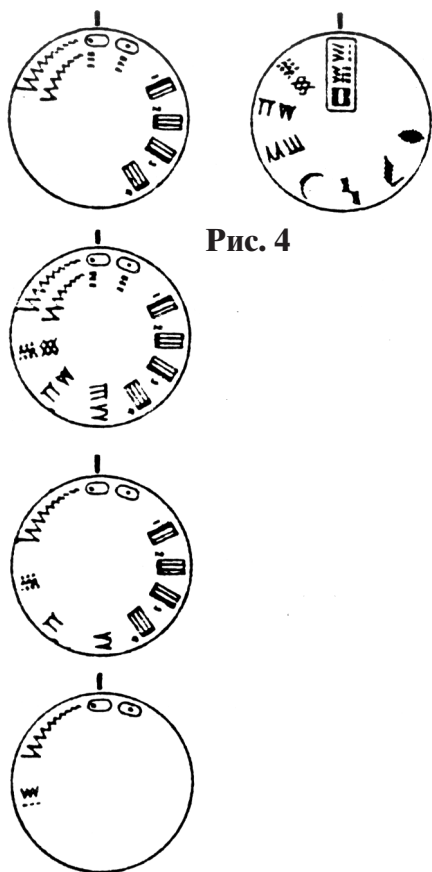

Рис. 4
При положении строчки “слева” расстояние между иглой и левым краем прорези в игольной пластинке должно составлять 0,3 - 0,5 мм (рис. 4с).
- Слегка ослабить винт 12 при помощи гаечного ключа с внутренним шестигранником размером 2,5 мм (рис. 4а).
Рис. 4а
Рис. 4с